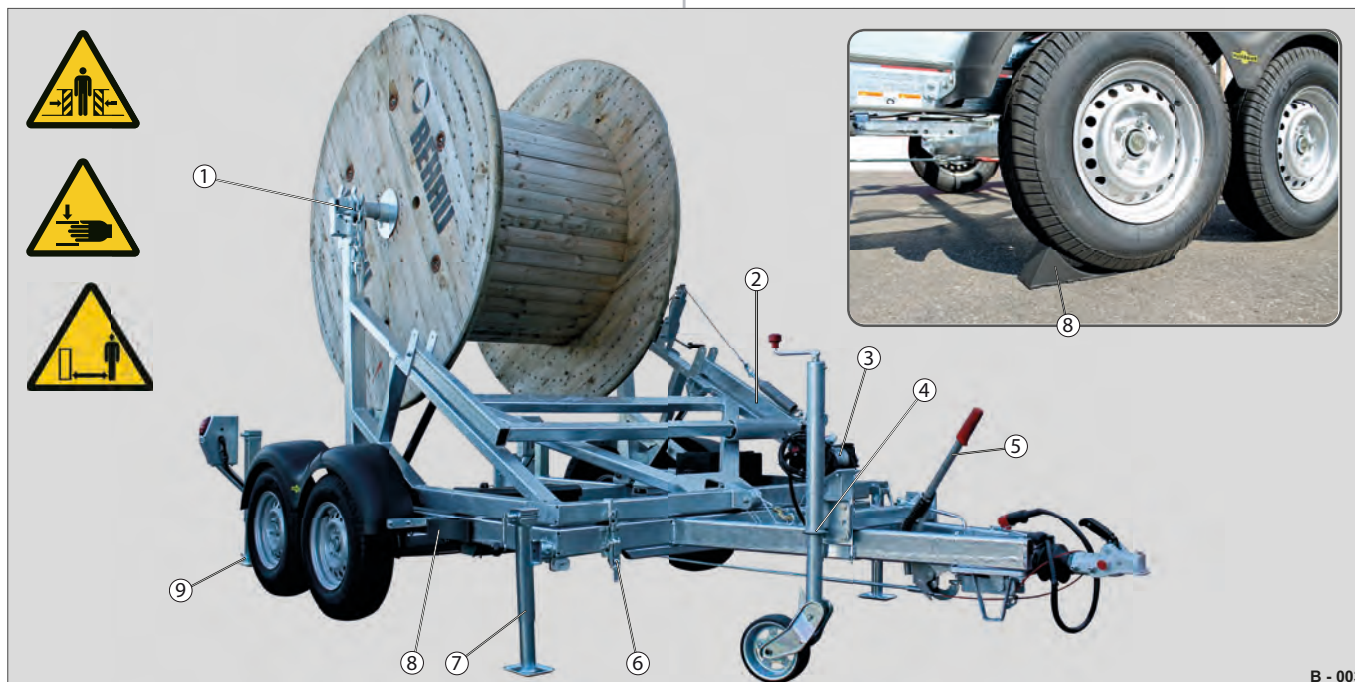

Fig. 3 Sikring af stativet/anhængerens
- Kabeltromlen er anbragt midt på transportakslen (Fig. 3 /1) og sikret ved hjælp af låsehåndtaget og excenterlukningen.
- Bremserammen (Fig. 3 /2) er klappet ned og fastgjort med rigelen.